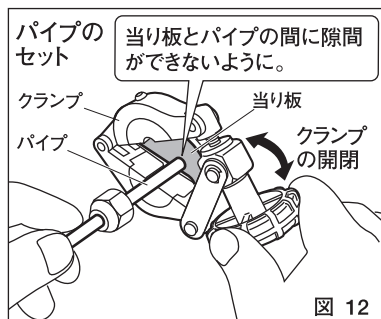

図 12
- ② パイプと同じサイズのクランプを選びパイプが当たり板に当たる様にセットしてください。(図12)
*ノブを矢印の方向に回すことでクランプは一気に開閉出来ます。(図12)
- ③ パイプが正しくセットされている事を確認しパイプをクランプしてください。(図12、13)